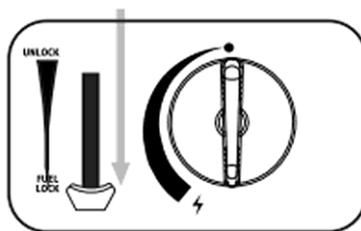

Fig. 8
4. Quindi premere la leva blocca bomboletta (20) verso il basso nella posizione FUEL LOCK (13). (Fig. 8)